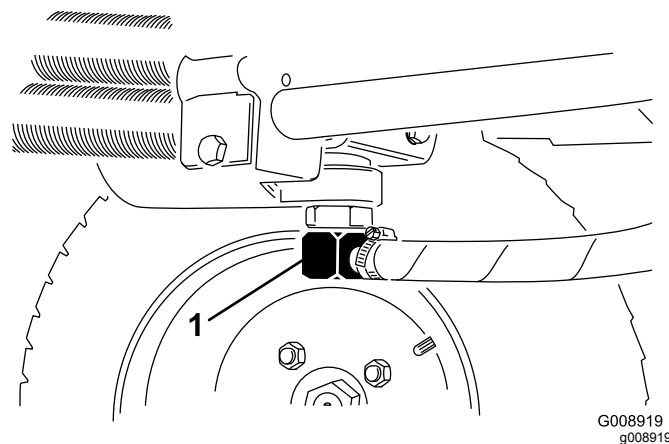
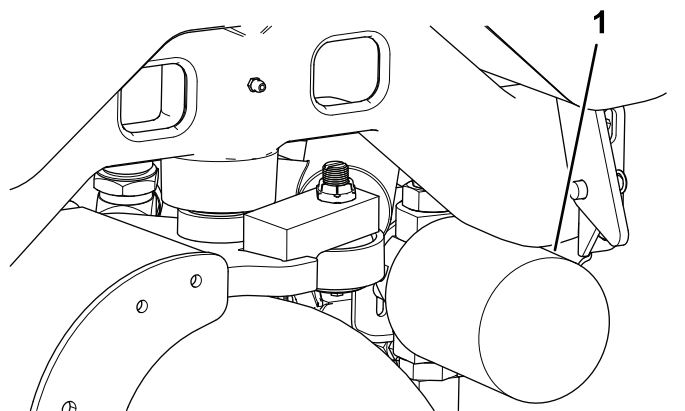

Figure 73
Figure 74
2. Débranchez la conduite hydraulique (Figure 73) ou enlevez le filtre hydraulique (Figure 74) et laissez couler l'huile dans un bac de vidange.
4. Placez un bac de vidange sous le filtre (Figure 74) et enlevez le filtre.